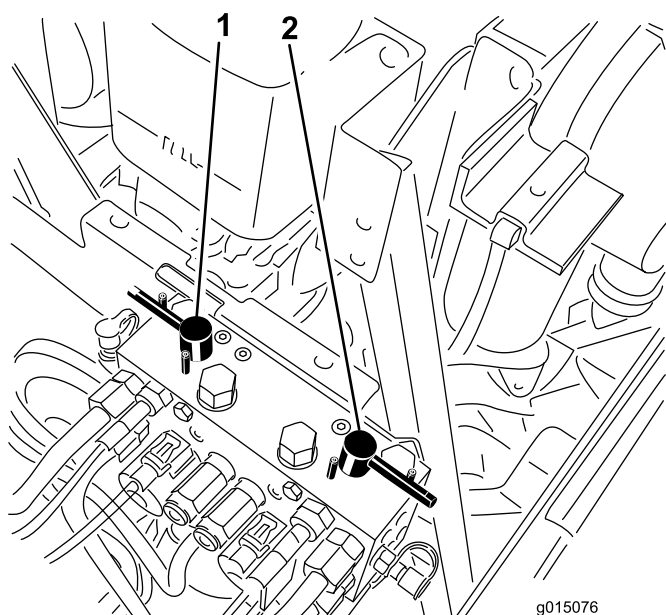

Figura 105
4. Seleccione la palanca de autoafilado correspondiente a los molinetes que desea autoafilar: delanteros, traseros o ambos (Figura 105).